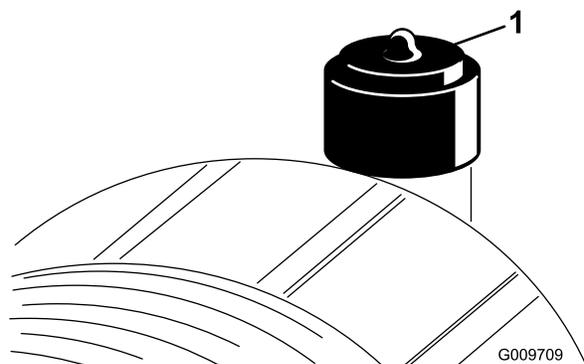

図 47
- エアクリーナのインジケータ 図 47 が赤色になったらエレメントを交換してください。エアフィルタのエレメントを洗浄しすぎないように注意してください。
3. インジケータが赤になっている場合はリセットする 図 47 エアクリーナインジケータを点検する (ページ 42) を参照。